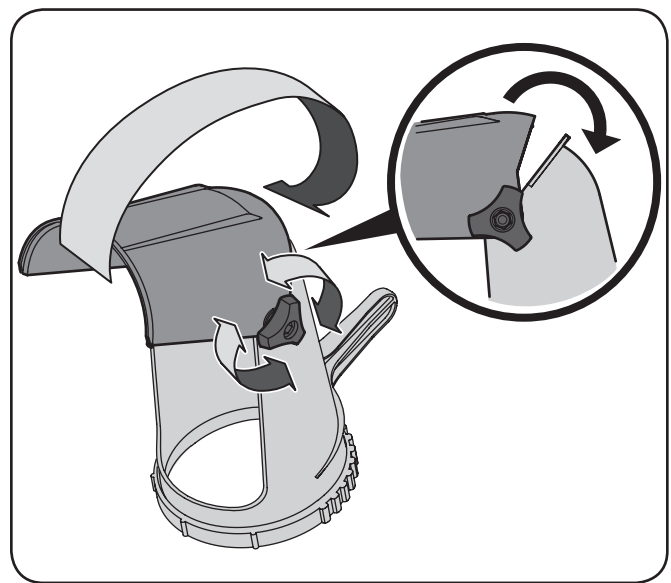

Figura 3-7
2. Extraiga la perilla de aletas, la arandela de campana y el perno que están en el costado izquierdo del canal. Consulte la Figura 3-7.